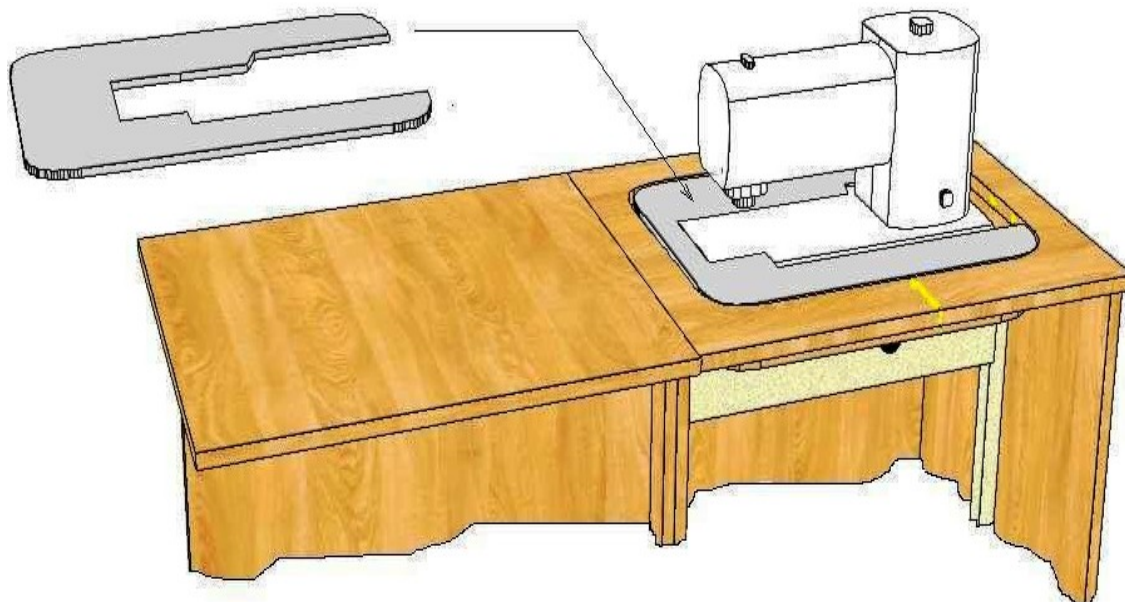

Рис.3
***\*Внимание! Акриловая вставка, устанавливаемая на стол при втором рабочем положении швейной машины, внесет дополнительный комфорт в Вашу работу ( см. рис.3).***